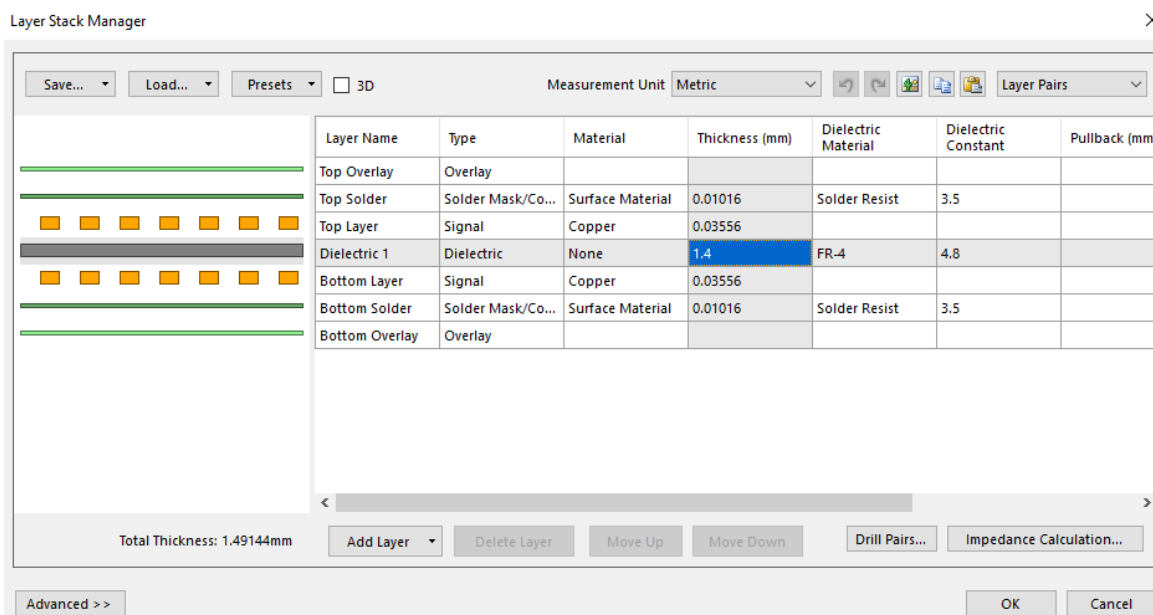

Рис.5. Налаштування параметрів шарів плати Layer Stack Manager
2.5. **Design > Layer Stack Manager** викликаємо вікно для налаштування параметрів шарів плати (Рис.5). Тут можна виконувати додавання нових шарів, керування їх положенням у стеку друкованої плати.